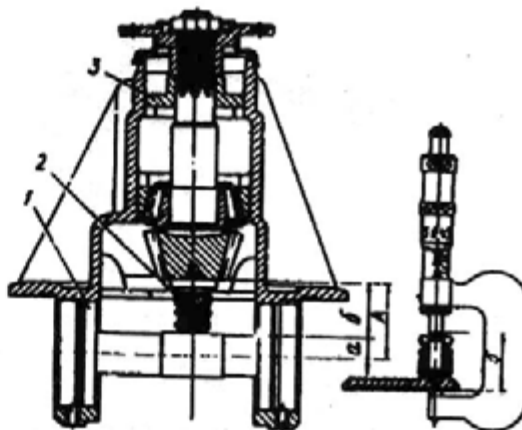

Рис. 155. Определение монтажного размера А в картере редуктора: 1 — контрольная оправка; 2 — микрометрическая стойка; 3 — опорная втулка
4. Установите крышки подшипников дифференциала на свои места в соответствии с метками, вставив предварительно оправку 1 (рис. 155). Затяните болты крышек подшипников дифференциала моментом 68—75 Н·м (6,8—7,5 кгс·м), затем с помощью микрометрической стойки 2, перемещаемой по торцу ведущей шестерни, замерьте расстояние «б» до оправки. Снимите крышки подшипников дифференциалов, выньте оправку и веду-